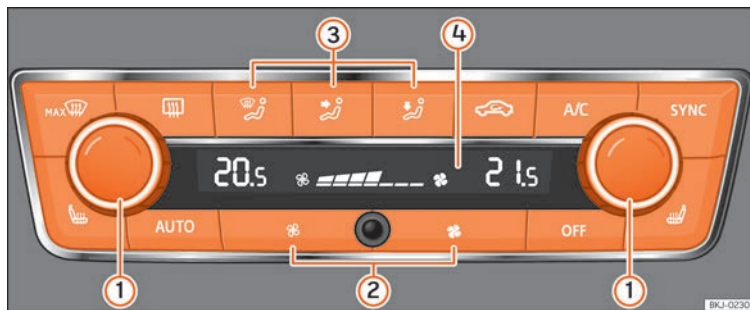

Fig. 171 Climatronic: elementi di comando.
- Azzerare la potenza della ventola »» **fig. 171** ② o premere il tasto **OFF**.
- Premere il tasto **AUTO** »» **fig. 171**.
- Quando si accende il quadro, è possibile usare il comando **(1)** >>> **fig. 171** per regolare la temperatura interna desiderata.
- Premere il tasto **MAX**  >>> **fig. 171**.